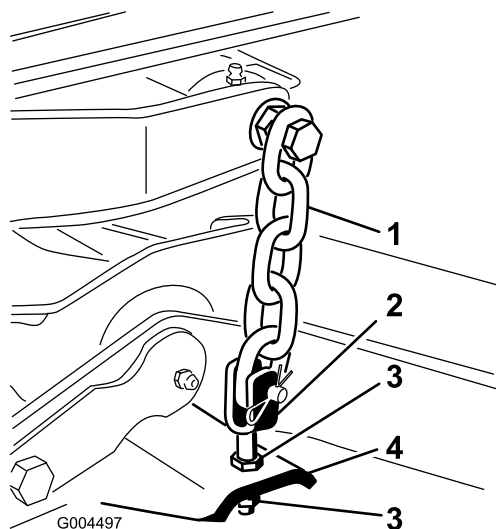

図 99
7. ブレードのピッチが 8mm になるように、後のヨーク/チェーンを固定しているジャムナットで刈り込みデッキ後部の高さを調整する 図 99。